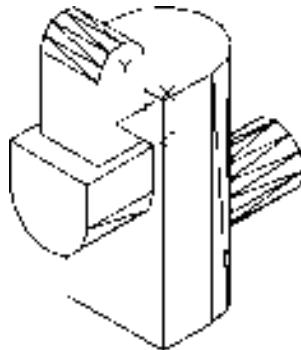

图 10-134 并集处理
单击“实体编辑”工具栏中的“并集”按钮⑩，将视图中所有实体进行并集操作。并集消隐后结果如图 10-134 所示。